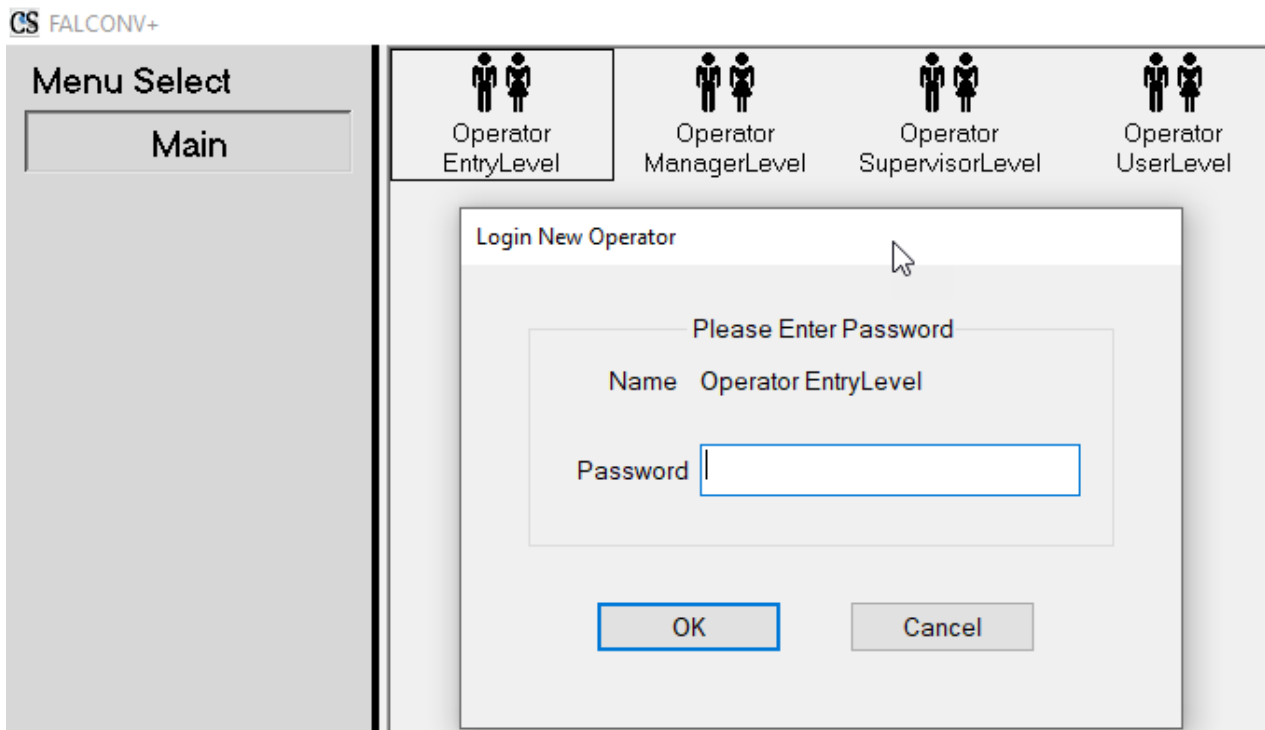

Abbildung 3-3: Passwort eingeben
2. Geben Sie Ihr Passwort ein (Abbildung 3-3).